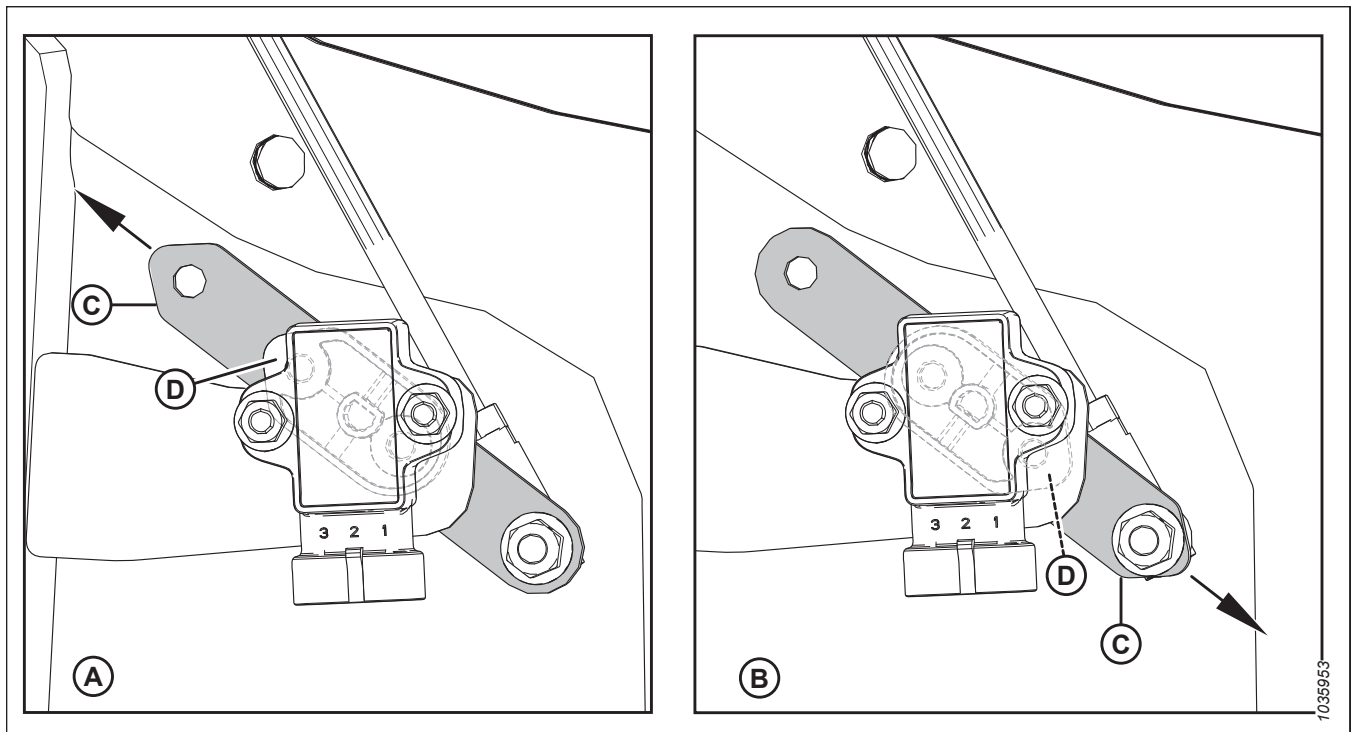

Рисунок 3.217: Конфігурації важеля/вказівника датчика
4. Перевірте правильність конфігурації важеля (С) і вказівника датчика (D) для вашої машини. Для цього див. рис. 3.217, стор. 177.